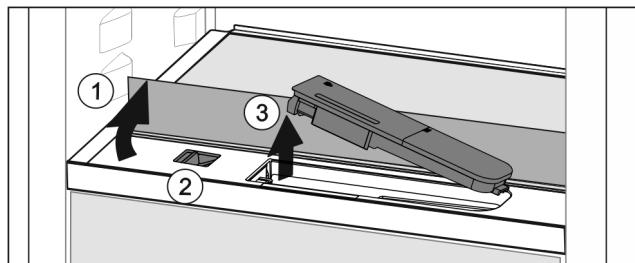

Fig. 48
- ▶ 抬起玻璃隔板，将其向后翻转至止挡 Fig. 48 (1)。
- ▶ 向左推滑块 Fig. 48 (2)。
- ▶ 取出水箱 Fig. 48 (3)。